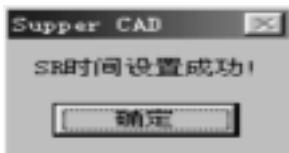

图 4. 26 时间设置成功
- d. 在此对话框中显示计算机的系统时间您只要点击“写进SR”按钮弹出如图 4. 26 所示的提示，即更新 SR 的时间成功了。